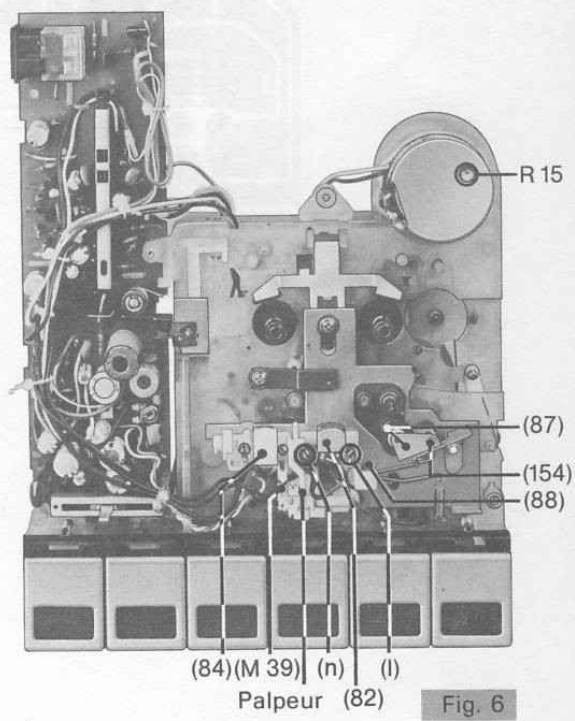

Fig. 6
12. Remplacement des têtes (Fig. 6)
- défaire les 2 vis de la tête d'effacement (84). Dessouder les connexions.
- Tête combinée (82) :
13. Azimutage de l'entrefer (Fig. 6)